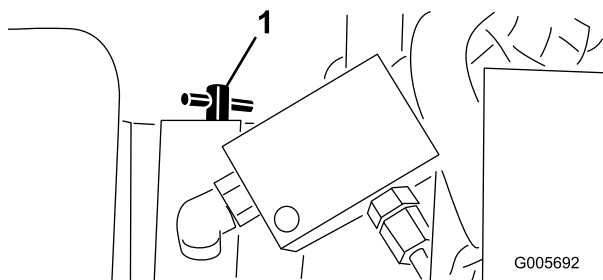

Figura 16
1. Gire la válvula de desvío situada en la transmisión (Figura 16) de media a una vuelta en el sentido contrario a las agujas del reloj. Al abrir la válvula, se abre un conducto interno en la bomba, permitiendo que se desvíe el aceite hidráulico. Puesto que el aceite se desvía, la máquina puede ser empujada sin dañar la transmisión.